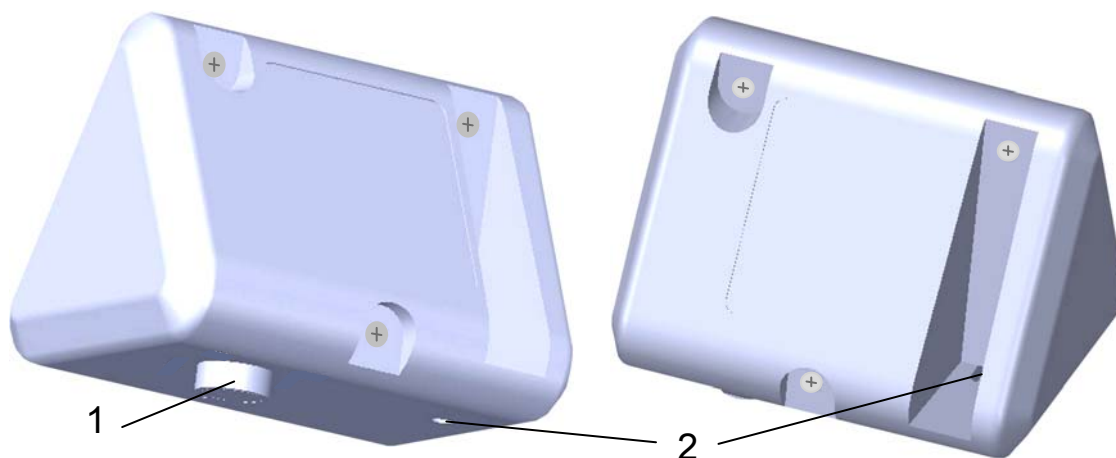

Рис. 2. Присоединение БУИ к корпусу термостата
БУИ присоединяется к корпусу термостата с помощью разъёма, расположенного в нижней части блока (рис. 2).
Ответная часть разъёма расположена на верхней крышке корпуса. В основании БУИ имеется отверстие, через которое блок фиксируется на корпусе термостата с помощью винта из комплекта поставки (рис. 2).
- а) вставьте разъём, находящийся в нижней части БУИ, в ответную часть, расположенную на верхней крышке корпуса (см. рис. 2);
- б) через отверстие в основании БУИ (см. рис. 2) закрепите его на корпусе с помощью самореза, входящего в комплект поставки.